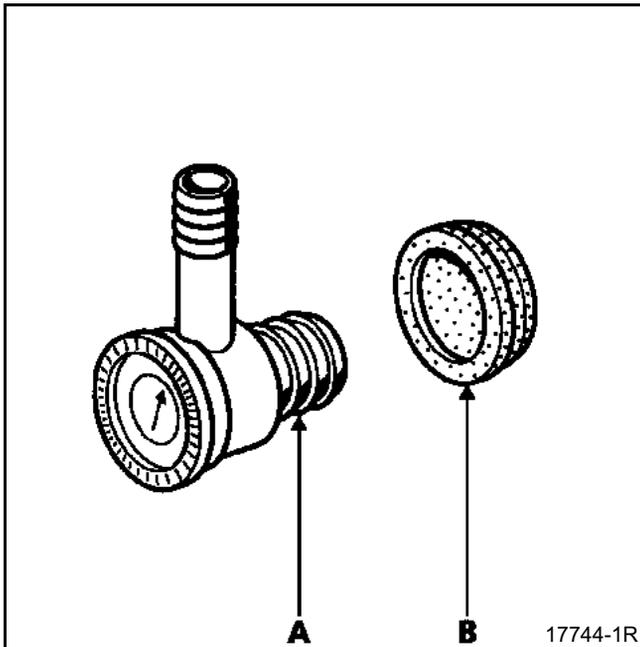

Abb. 4
#### 4) Austausch des Rückschlagventils des Bremskraftverstärkers (Abb. 4)
- das Rückschlagventil (A) (Abb. 4) des Bremskraftverstärkers; hierbei darauf achten, dass die Gummidichtung (B) (Abb. 4) nicht beschädigt wird,